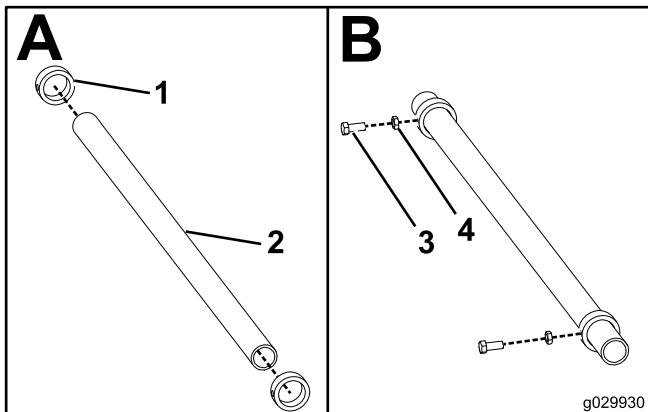

Figura 6
1. Ensamble el eje (Figura 6).